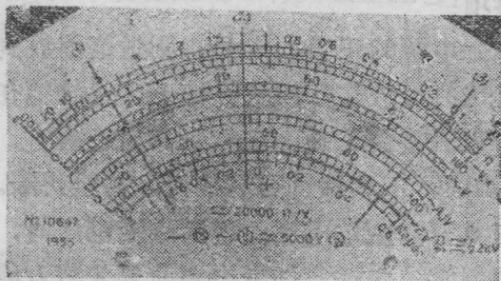

图 5
- (1) 先将中間旋鈕直流測量 \ominus 符号下的A字对准符号 \odot ；
- (2) 旋轉左面旋鈕，选择所需要的測量范围；
- (3) 将測試筆插入+及A插孔內。然后看好正負，将万能表串接在电路中，接通电路，就可讀得直流数字(图5)。